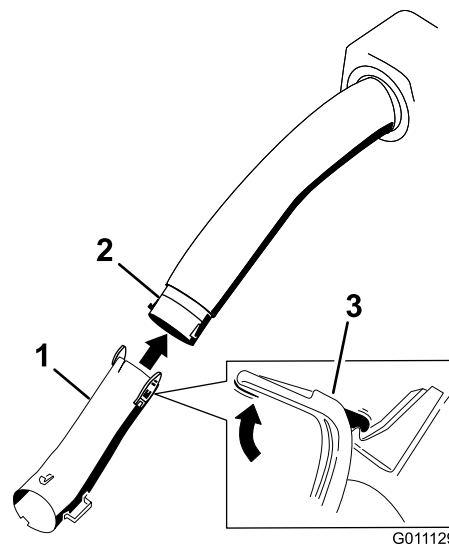

Bild 20
- 2. Setzen Sie das untere Rohr so in das mittlere Rohr, dass sie sich um 63,5 mm überschneiden (Bild 20).
13. Entfernen Sie die Befestigungen und das mittlere Rohr vom unteren Rohr (Bild 20).
Flachscheiben (7/32") und drei Sicherungsmuttern (Nr. 10) (Bild 20).